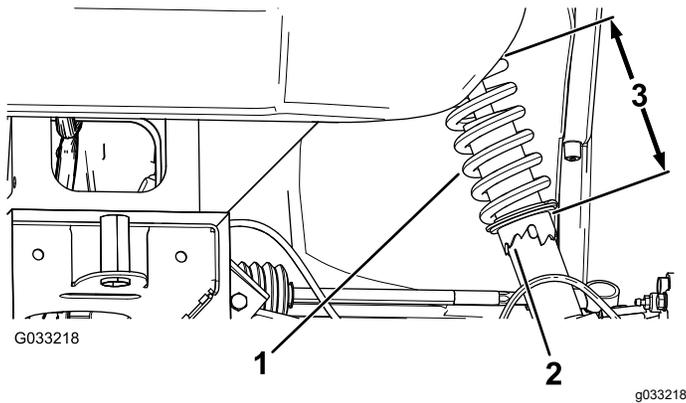

図 46
1. 特殊工具TORO132-5069を使って、ショックアブソーバのカラーを回転させてスプリングの長さを変更する 図 46。